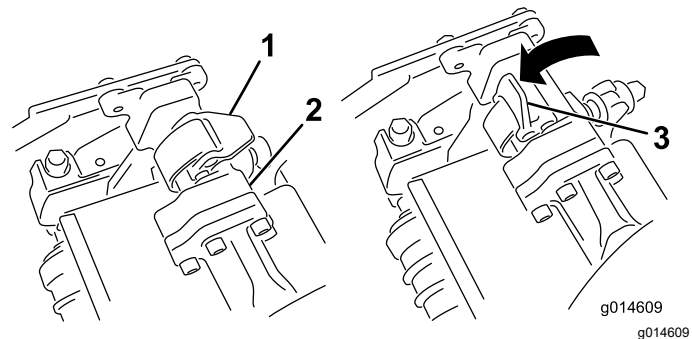
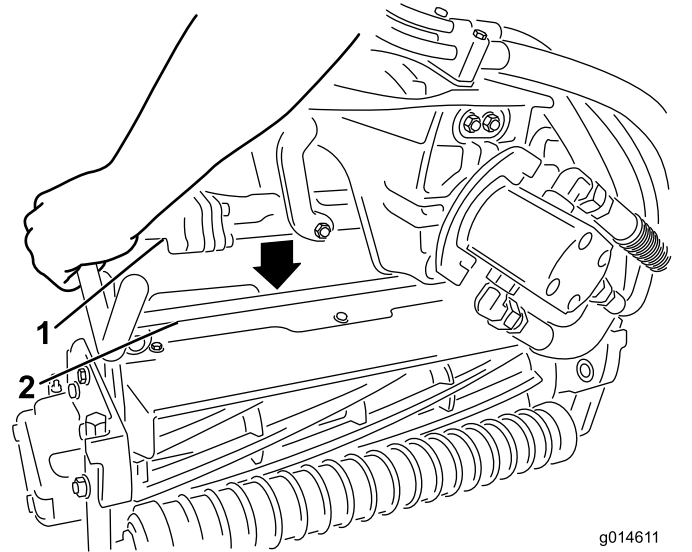

Bild 46
Bild 47
4. Drücken Sie die Riegel nach unten um die Mähwerkstange herum und arretieren sie (Bild 46).
3. Die Riegel an der Aufhängearmstange müssen nach oben zeigen (d. h. offen) (Bild 46); drücken Sie den Aufhängearm dann so nach unten, dass die Stange über die Stange an der Oberseite der Schneideinheit passt (Bild 47).
4. Öffnen Sie die Riegel an der Aufhängearmstange des Mähwerks, das Sie entfernen möchten (**Bild 46**).